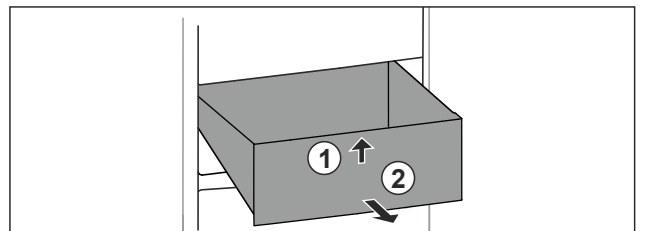

Fig. 71
- ▶ Lade aan de voorkant optillen. Fig. 71 (1)
- ▶ Lade naar voren toe verwijderen. Fig. 71 (2)